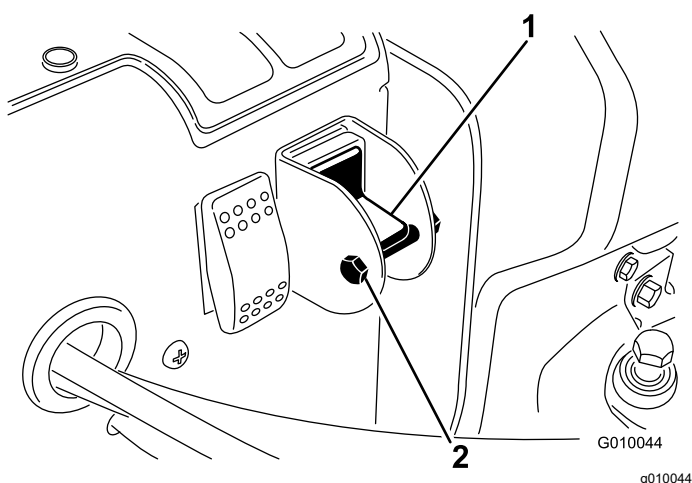

**Figura 21**
4. Retire o parafuso e a porca de bloqueio do dispositivo seletor (Figura 21).